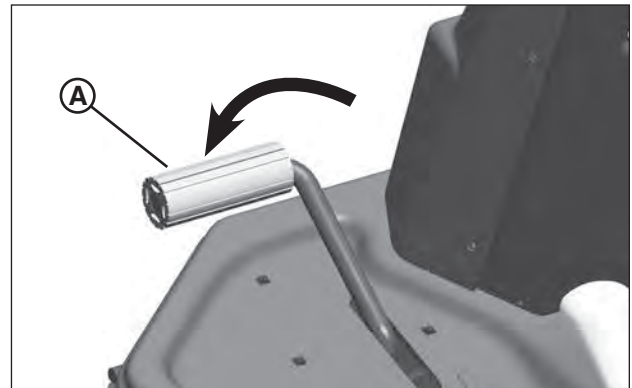
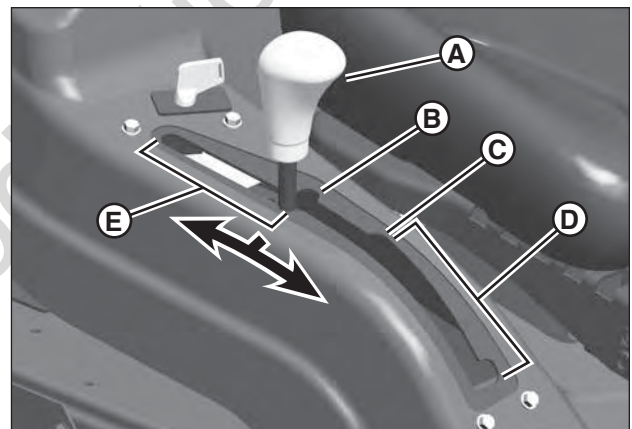

Figure 9: Pédale d'embrayage/frein
Figure 10: Levier de changement de vitesse de transmission (sur les modèles à embrayage manuel)
- Enfoncer la pédale d'embrayage/frein (A, Figure 9).
- Déplacer le levier de changement de vitesse de transmission (A, Figure 10) de la position point mort ('N') (B) au cran de la première vitesse en marche avant (C).
- Pendant le déplacement en marche avant, le levier de changement de vitesse de transmission peut être amené sur la vitesse de marche avant (D) désirée sans enfoncer la pédale de frein d'embrayage.
- Déplacer le levier de changement de vitesse de transmission (A, Figure 10) de la position point mort ('N') (B) au cran de la marche arrière (E).